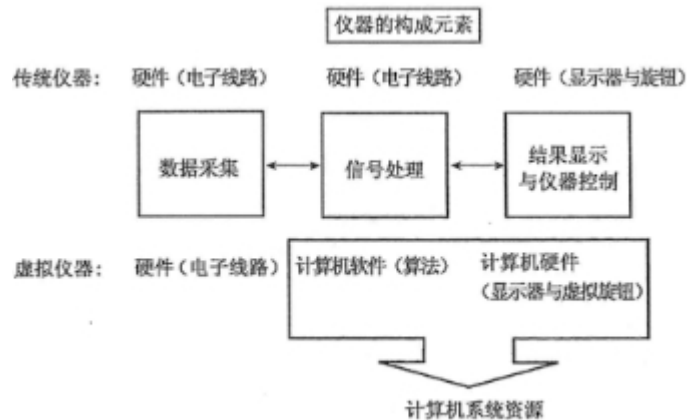

图2 虚拟仪器及传统仪器的构成元素对比
23、图为虚拟仪器及传统仪器构成元素的对比框图。请根据图 2, 说明虚拟仪器技术的主要组成部分有哪些?并论述虚拟仪器技术的各主要组成部分的功能。